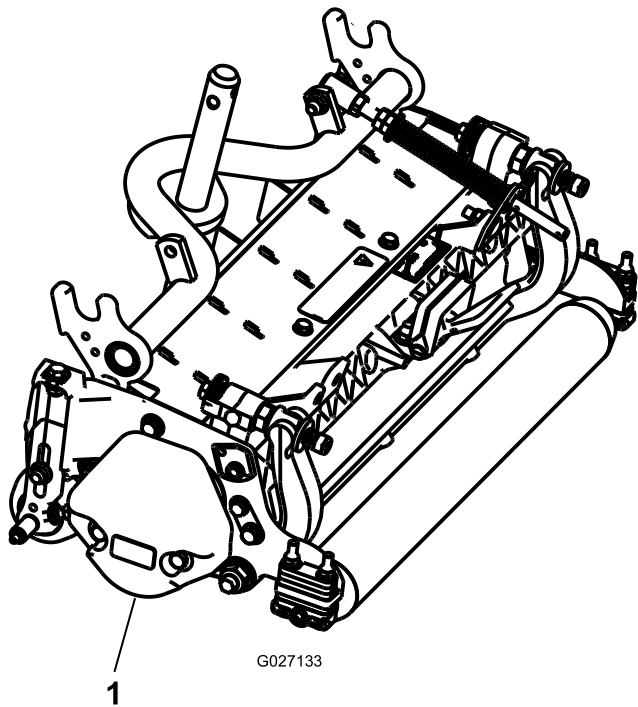

Bild 7
- Stellen Sie sicher, dass das Gegengewicht (**Bild 7**) am richtigen Ende des Mähwerks montiert ist, wie in der *Bedienungsanleitung* des Mähwerks beschrieben.